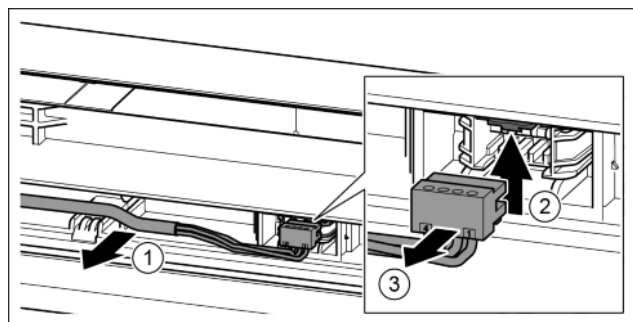

Fig. 21
- ▶ Šedý kabel opatrně uvolněte z vedení ve dveřích. *Fig. 21 (1)*
- ▶ Lamelu zatlačte nahoru. *Fig. 21 (2)*
- ▶ Opatrně vytáhněte zástrčku. *Fig. 21 (3)*